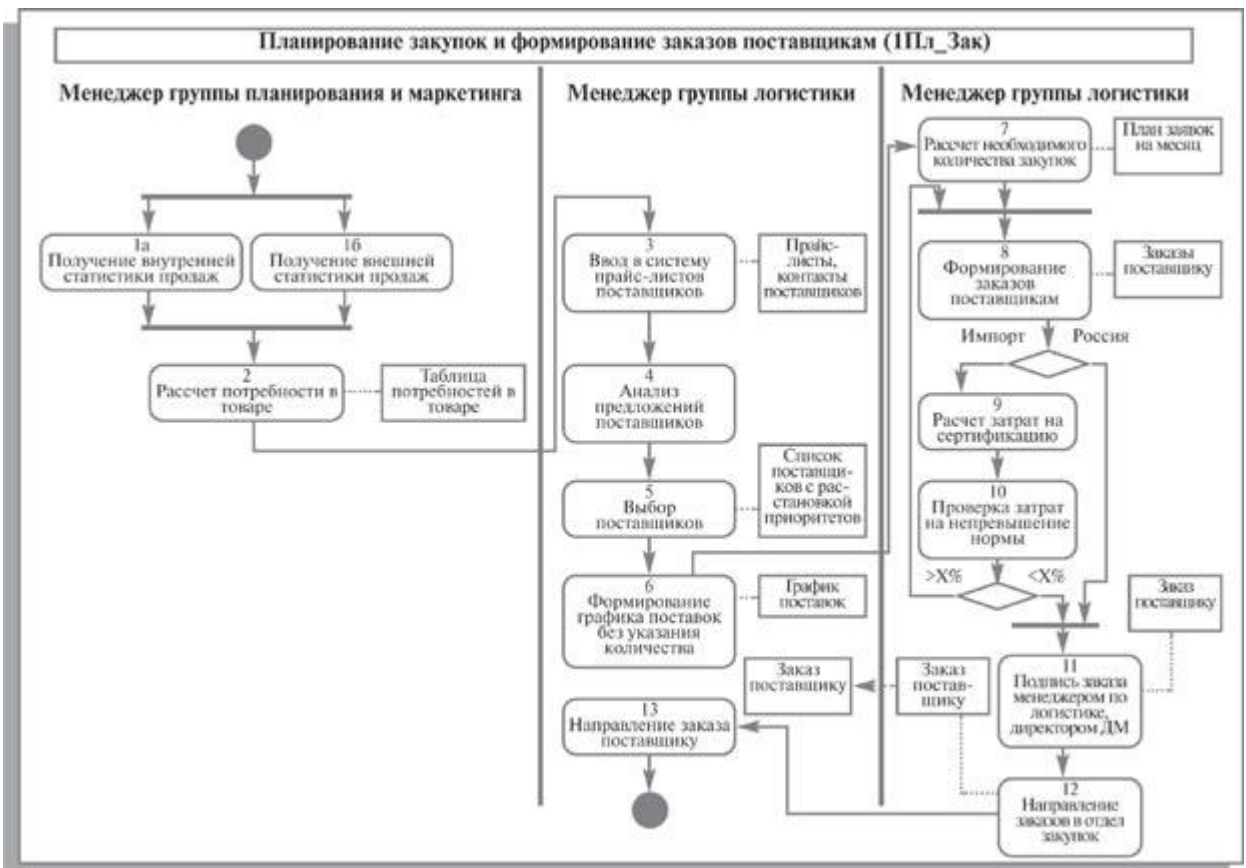

Рис. 5. Диаграмма действий бизнес-процесса "Планирование закупок, формирование заказов поставщикам"
Общий вид диаграммы действий бизнес-процесса "Планирование закупок, формирование заказов поставщикам" представлен на рис. 5.
1. В графе 1 проставьте краткое наименование диаграммы - 1Пл\_Зак. Кроме того, в этой графе укажите номер операции, соответствующий изображению на диаграмме действий (рис. 5).